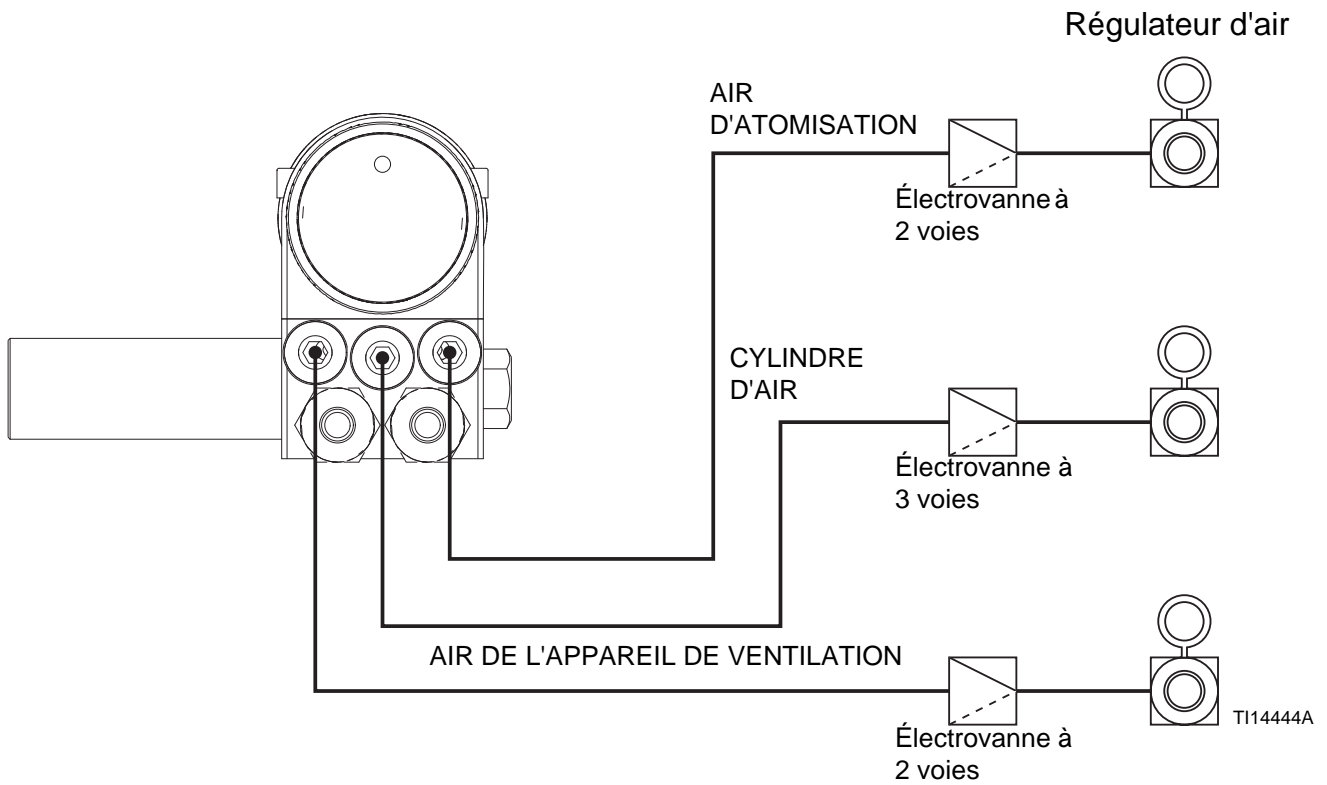
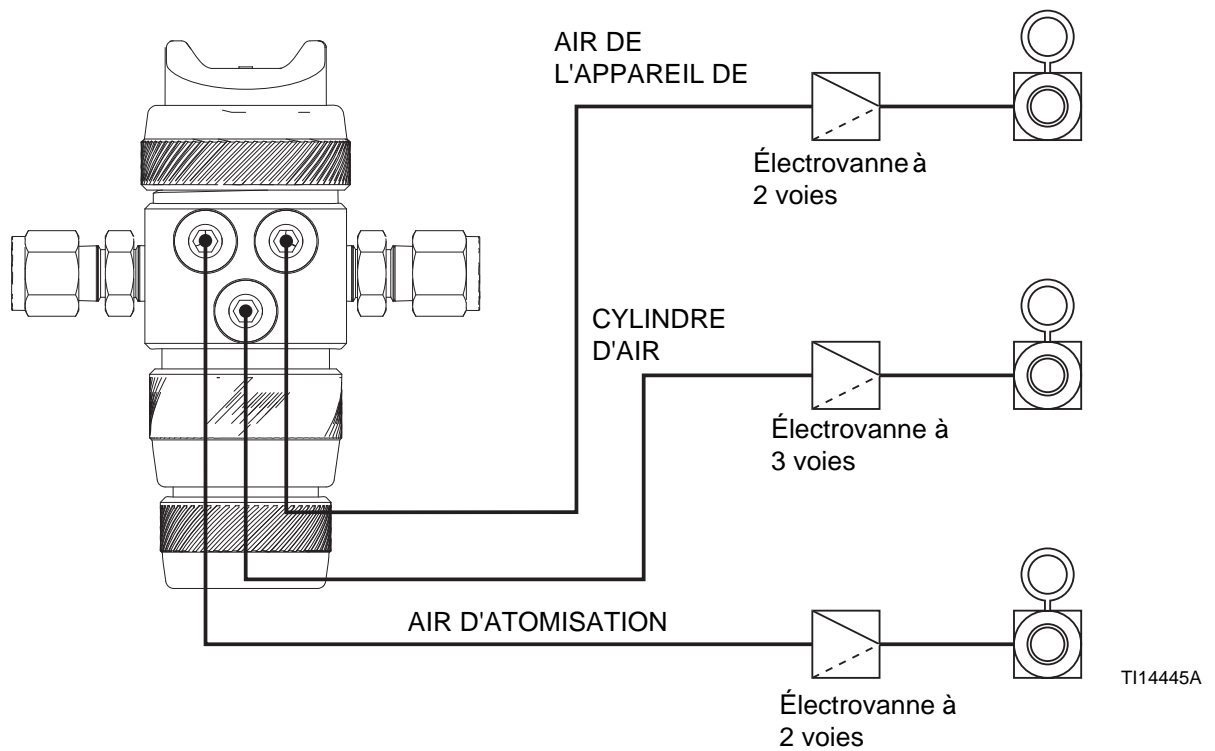

FIG. 6 : Réglage de l'air à distance en utilisant le solénoïde (Pistolets avec collecteur)
FIG. 7 : Réglage de l'air à distance en utilisant le solénoïde (Pistolets sans collecteur)
- Vous devez installer un régulateur de pression d'air (F) sur les conduites d'air CYL, FAN et ATOM pour contrôler la pression d'air du pistolet. Voir FIG. 6 et FIG. 7.
- Montez une vanne d'arrêt de type purgeur (E) sur chaque conduite d'air alimentant le pistolet en aval du régulateur d'air du pistolet, pour fermer l'arrivée d'air au pistolet.
1. L'air du cylindre, l'air de l'appareil de ventilation et l'air d'atomisation doivent être fournis et réglés séparément. Pour réguler l'air à distance, utilisez les solénoïdes (voir FIG. 6 et FIG. 7).